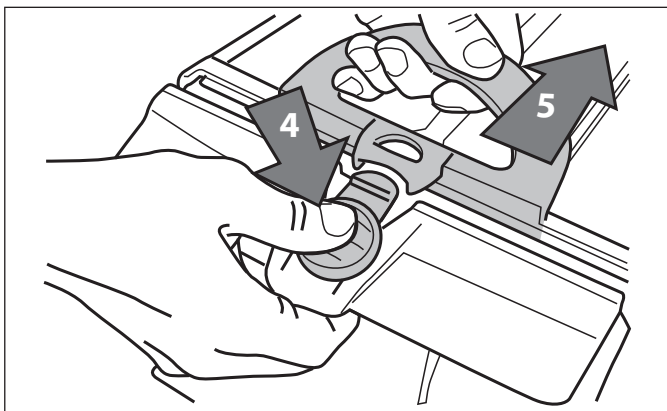

Figura 22. Abra el ensamblaje del filtro
7. Pulse el botón de liberación rápida del ensamble del porta filtro (4) y jale el ensamble del filtro (5). Vea la Figura 22.